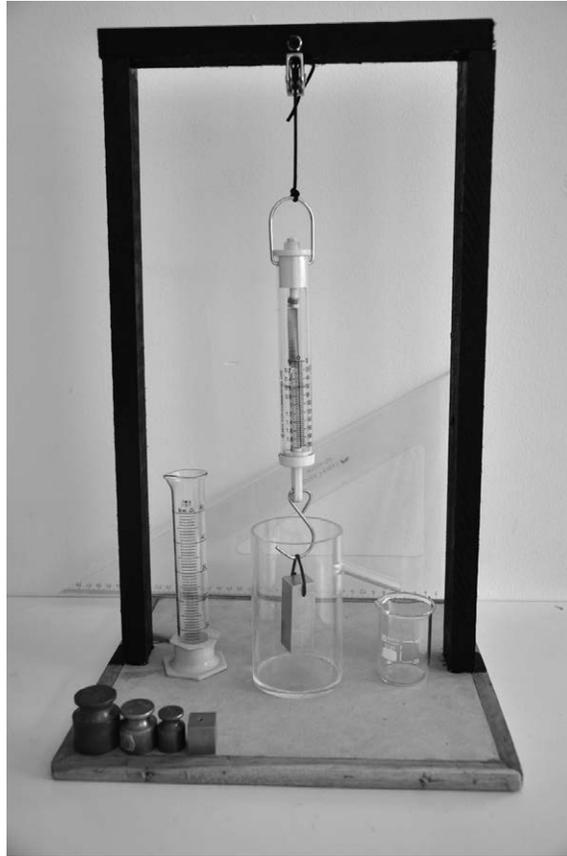

Figura 2.2 Montaje Principio de Arquímedes
3. Coloque el recipiente grande lleno de agua como indica la figura 2.2 de la guía, sumerja la barra de aluminio y determine el peso en el agua (w_{agua}). Anote los resultados en la tabla 2.3 de la cartilla. Repita el procedimiento para el otro material.